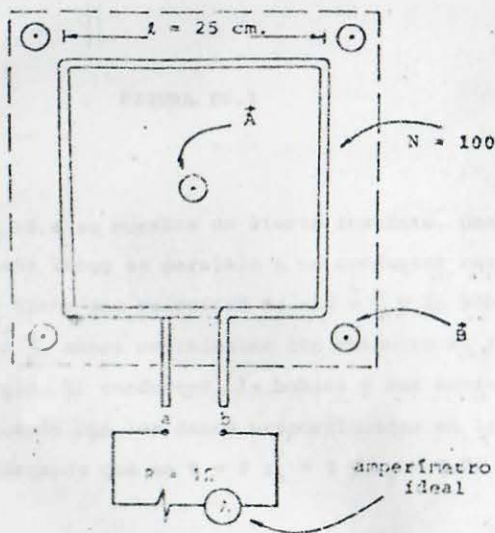

FIGURA P6.1
6.1 Un bobinado de  $N$  espiras cuadradas, se encuentra dentro de una región de campo magnético uniforme pero variable en el tiempo, según la relación  $B = 0.02 + 0.2 t$ , donde  $B$  y  $t$  están expresados en teslas y segundos respectivamente. La normal al plano del bobinado es colineal a la dirección del campo magnético, como se indica en la figura P6.1